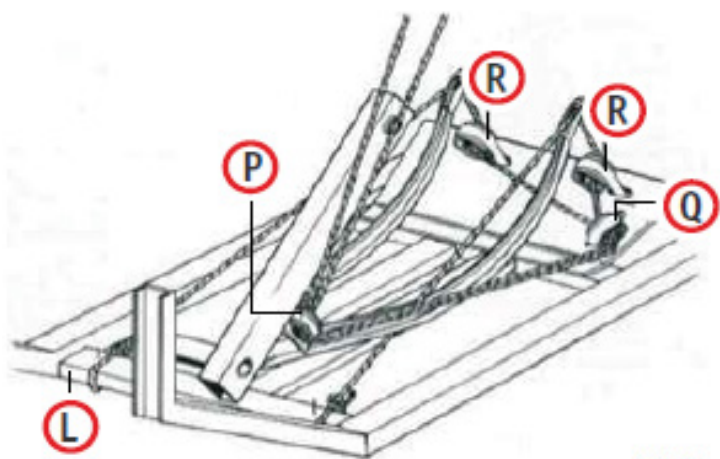

Fig.7
- ANUDADOR DE HILO (Fig. 7) los bujes (P), (Q) y (R) están gastados. Por favor replácelos.